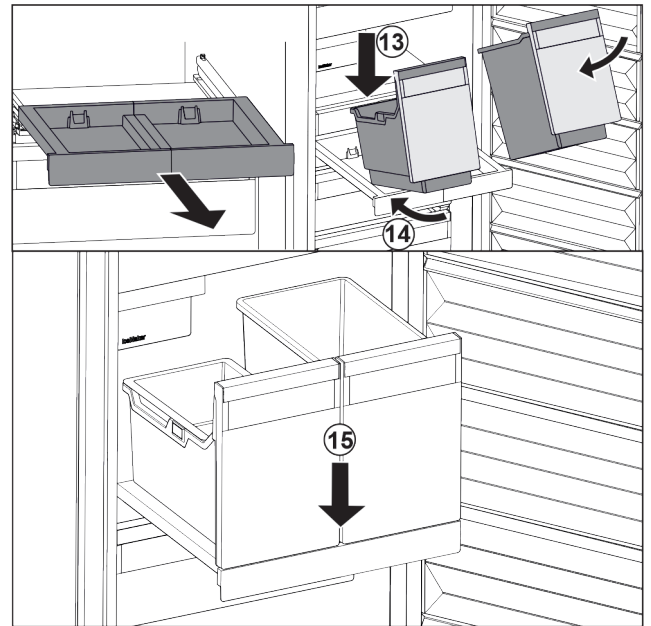

Fig. 110
- ▶ Bak schuin op het uitschuifplateau plaatsen. Fig. 110 (13)
- ▶ Bak er schuin naar achteren inschuiven. Fig. 110 (14)
- ▶ Bak aan voorzijde neerzetten. Fig. 110 (15)